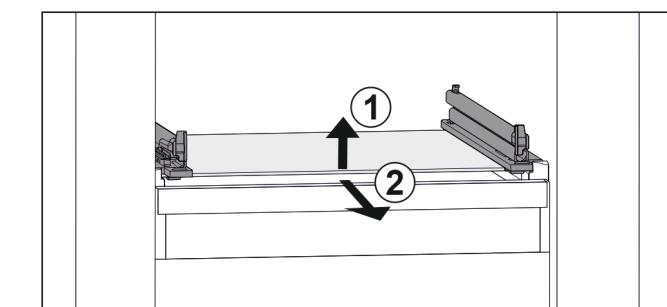

Fig. 76 Simbolična slika steklene plošče
- ▶ Stekleno ploščo dvignite v smeri naprej. Fig. 76 (1)
- ▶ Stekleno ploščo odstranite v smeri naprej. Fig. 76 (2)